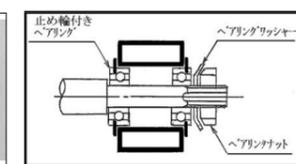

図4 ベアリングワッシャーとベアリングナットによる保持
3. 止め輪付きベアリングとベアリングナット、ベアリングワッシャーの組合せ (図4)